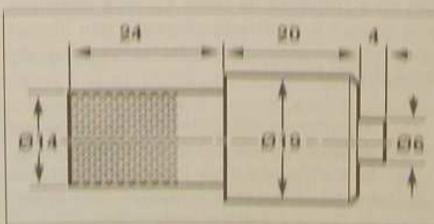
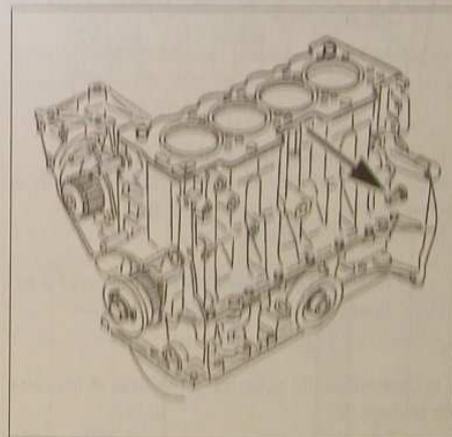

FIG. 48
FIG. 49
• Immobiliser le volant moteur à l'aide d'une pince de blocage appropriée (outil Citroën 4507-T.L, voir cotes de réalisation Fig.48) introduite dans le trou de $\varnothing 20$ mm environ, sous le trou de pignage du carter-cylindres (Fig.49).